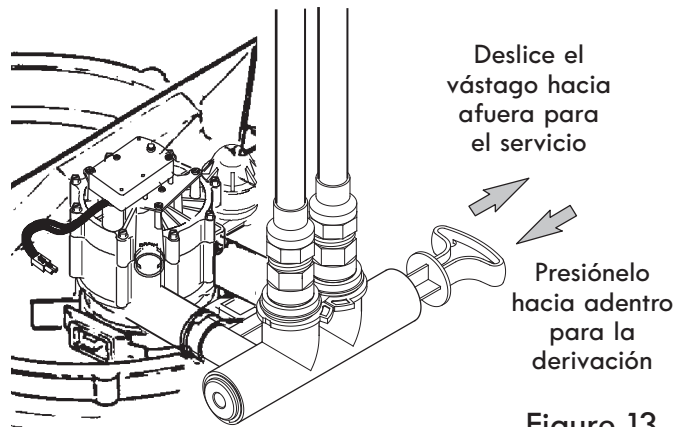

Figure 13
Si instaló un sistema de derivación de 3 válvulas (Fig. 14), se mantendrá la continuidad eléctrica. Si instaló la válvula de derivación no metálica (Fig. 13), restaure la conexión a tierra de esta manera:
3. Mueva las válvulas de derivación a la posición de "derivación" (Bypass) (vea las Fig. 13 y 14). En una válvula de una derivación, deslice el vástago hacia adentro a la posición de derivación. En una derivación de 3 válvulas, cierre las válvulas de entrada y salida, y abra la válvula de derivación.